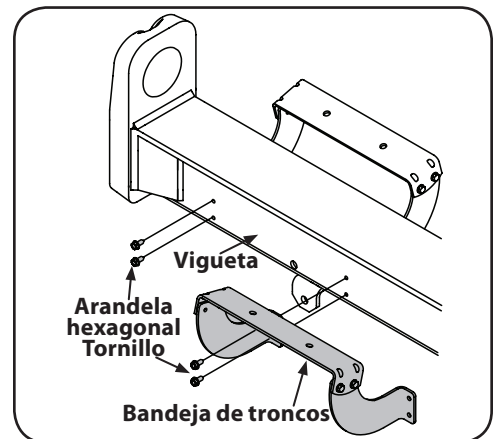

Figura 3-5
15. Desconecte el bandeja de troncos de la vigueta que está al costado de la válvula de control extrayendo los dos tornillos de las arandelas hexagonales que lo sujetan a la vigueta y los dos tornillos de las arandelas hexagonales de la vigueta. Vea la Figura 3-5.